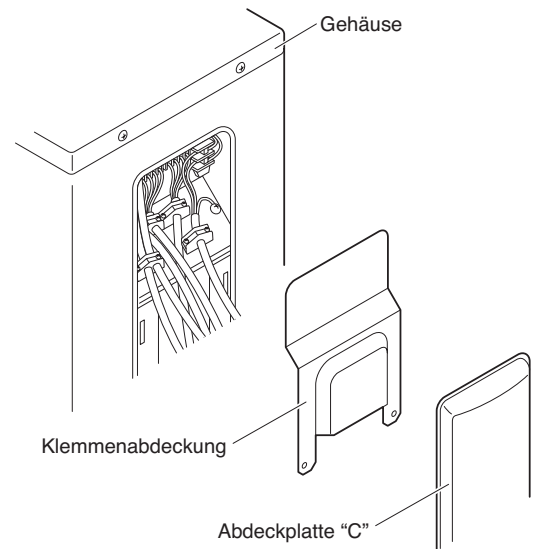

Abb. 32
- (1) Entfernen Sie die Abdeckplatte "C" und die Klemmenabdeckung. (Abb. 32)
- (2) Schließen Sie die Inter-Unit Kabel und Stromversorgungskabel entsprechend der Zeichnung auf der Plattenseite an.
- (3) Jedes Kabel sollte ungefähr 10 cm länger als die tatsächlich benötigte Länge sein. Überschüssige Kabel sollten im Gehäuse untergebracht werden.
- (4) Nach Anschluß der Geräte sollten Sie noch einmal überprüfen, ob alle Anschlüsse mit dem Diagramm übereinstimmen.
- (5) Erden Sie das Gerät entsprechend den für den Standort zutreffenden Vorschriften.